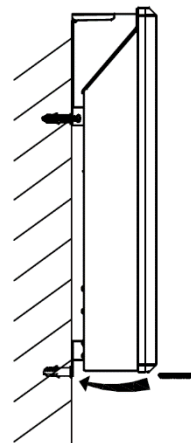

Рис.4
- Снова повесьте нагреватель на стену, вставьте и заверните шурупы в два нижних отверстия (Рис.4).